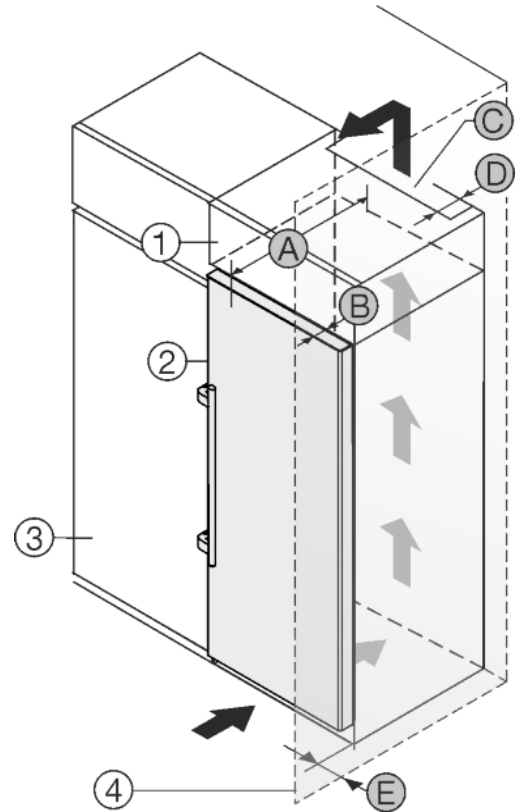

Fig. 20
Пристрій можна комбінувати з кухонними шафами. Для того, щоб пристрій Fig. 20 (2) вирівняти по висоті кухонної секції, на пристрій можна встановити антресольну секцію Fig. 20 (1).
Пристрій можна встановлювати безпосередньо поряд з кухонною шафою Fig. 20 (3). Для повного відкриття дверей пристрій повинен виступати на глибину Fig. 20 (B) відносно передньої панелі кухонної шафи. Залежно від глибини кухонних шаф та використання пристінних розпірок пристрій можна встановити так, щоб він виступав вперед.
- Задня сторона антресольної шафи повинна мати вентиляційний канал глибиною Fig. 20 (D) вздовж всієї ширини шафи.
- Під стелею приміщення слід дотримуватися поперечного перерізу вентиляційного відведення повітря *Fig. 20 (C)*.
Якщо пристрій з шарнірами встановлюється поряд зі стінкою *Fig. 20 (4)*, то між пристроєм та стінкою слід додержуватися відстані *Fig. 20 (E)*. Це відповідає виступу ручки при відкритих дверцятах.